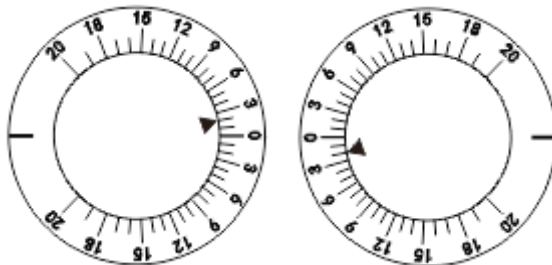

Fig.41
(1) Metoda cu prisme rotative
A. Testele se efectuează pentru ochiul stâng și drept, în mod independent, în care se va folosi prisma binoculară pentru ambii ochi. În general, aceste teste sunt denumite testul echilibrului binocular. Setări ambii ochi la O. Folosiți diagrama prezentată în Fig.34 și setați prismele ca 2ΔU (ochiul drept) și 2ΔD (ochiul stâng) (vezi Fig.41)